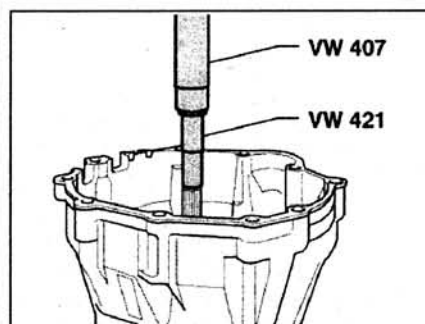

Рис. 4.42. С помощью съемников VW407 и VW421 выпрессуйте первичный вал из корпуса сцепления.
16. С помощью съемников VW407 и VW421 выпрессуйте первичный вал из корпуса сцепления (рис. 4.42).